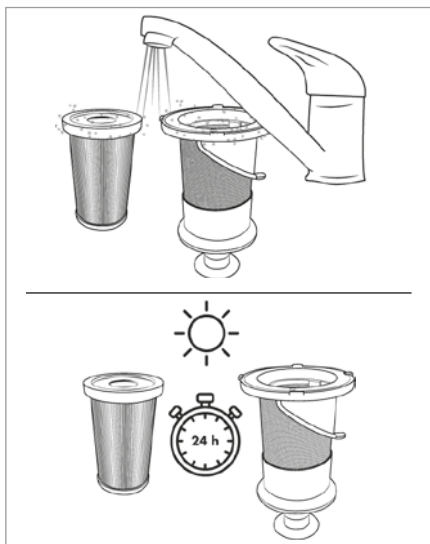

Fig. 22
- 5) Lavare il filtro EPA ⑤ e il filtro in acciaio inox ⑥ con acqua fredda o tiepida. Lasciare asciugare completamente all'aria il filtro EPA ⑤ e il filtro in acciaio inox ⑥ prima di inserirli nuovamente nel contenitore di raccolta della polvere ⑦ (vedere fig. 22).